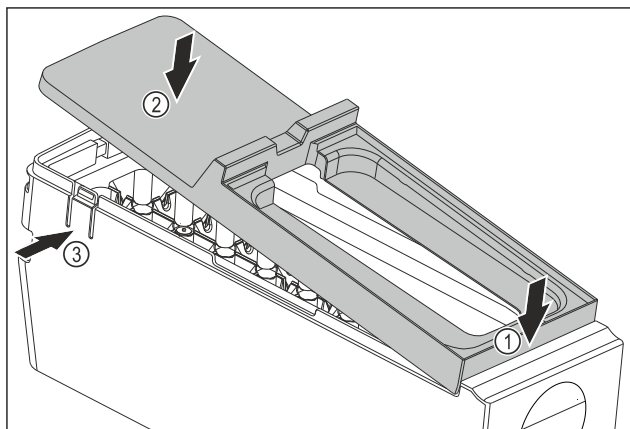

Fig. 81
- Monter le couvercle du corps de l'EasyTwist-Ice : Placer le couvercle à l'avant. Fig. 81 (1)
- Abaisser le couvercle à l'arrière. Fig. 81 (2)
- L'enclenchement du couvercle dans les deux languettes Fig. 81 (3) se fait entendre.